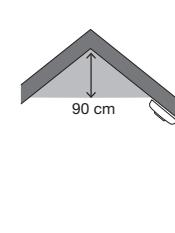

Figur 2. Bolig med flere etasjer
**Bolig med flere etasjer:** For å få et minimumsnivå av beskyttelse plasseres én alarm i trappehuset (inngangsnivå) og ytterligere én alarm over trappeavgangen i øverste etasje, samt én alarm i taket i kjelleren ved foten av trappen. Dette dekker kjelleren, men ikke krypkjeller og uinndeide loftrom. Se eksempel i figur 2.